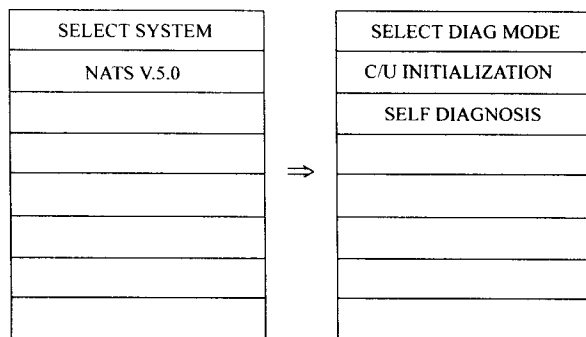

图 3-3 诊断仪显示
- (1) 关闭点火开关。
- (2) 把 CONSULT - II 连接到诊断接口上。
- (3) 把 NATS 程序卡 (UEN9A) 插入 CONSULT - II。
- (4) 接通点火开关。
- (5) 触接“START (起动)”。
- (6) 选择“NATSV.5.0”，根据各个维修步骤执行各诊断测试模式，如图 3-3 所示。